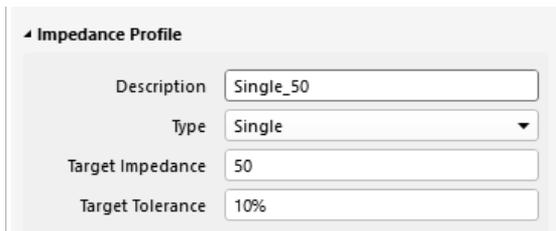

图 3-36 设置相关参数
② 根据要求在 Impedance Profile 选项组设置相关参数，如图 3-36 所示。